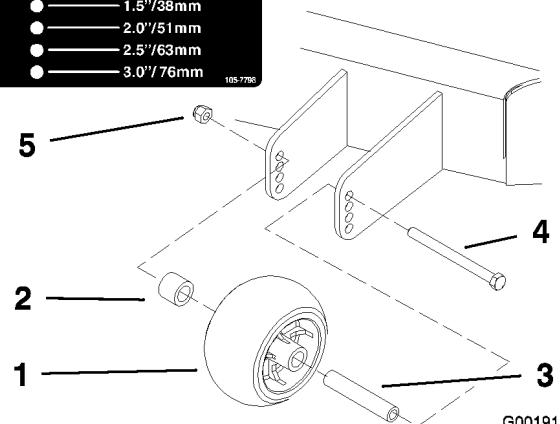

Figure 20
3. Après avoir réglé la hauteur de coupe, réglez les galets en retirant l'écrou à collerette, la bague, l'entretoise et le boulon (Figure 20, Figure 21 et Figure 49).
5. Posez l'écrou à collerette, la bague, l'entretoise et le boulon. Serrez à 54-61 Nm (Figure 20, Figure 21 et Figure 49).